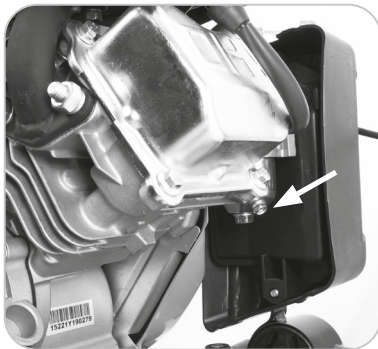

Abb. 20
- Unter der Vergaserschwimmerschale befindet sich ein Ablasshahn. Lösen Sie diesen Hahn, damit der Kraftstoff aus der Maschine abfließen kann. **(Abb. 20)**
1. Lassen Sie den Kraftstoff vollständig aus Kraftstofftank und Vergaser des Geräts ab. **(Abb. 20)**